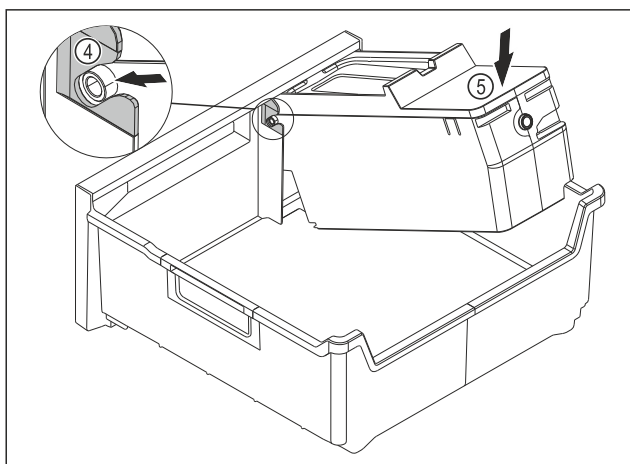

Fig. 91
- ▶ Monter le corps de l'EasyTwist-Ice : Insérer les axes du corps de l'EasyTwist-Ice dans les guides Fig. 91 (4).
- ▶ Appuyer l'arrière du corps de l'EasyTwist-Ice Fig. 91 (5) vers le bas.